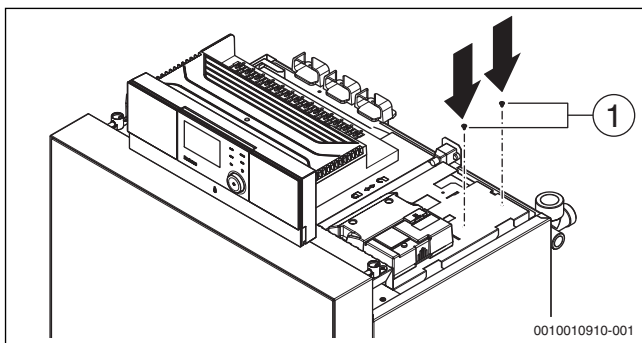

Bild 28 Schrauben eindrehen
- ▶ Zwei Schrauben bis auf 1,5 mm in den Modulträger schrauben (→Bild 28, [1]).